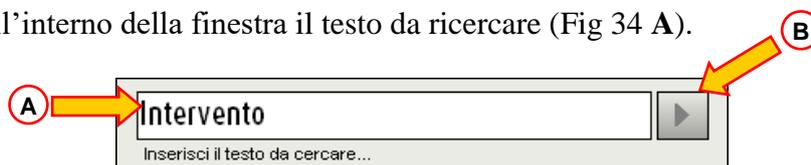

Fig 34
- Inserire all'interno della finestra il testo da ricercare (Fig 34 A).
- Cliccare il pulsante  (Fig 34 B).